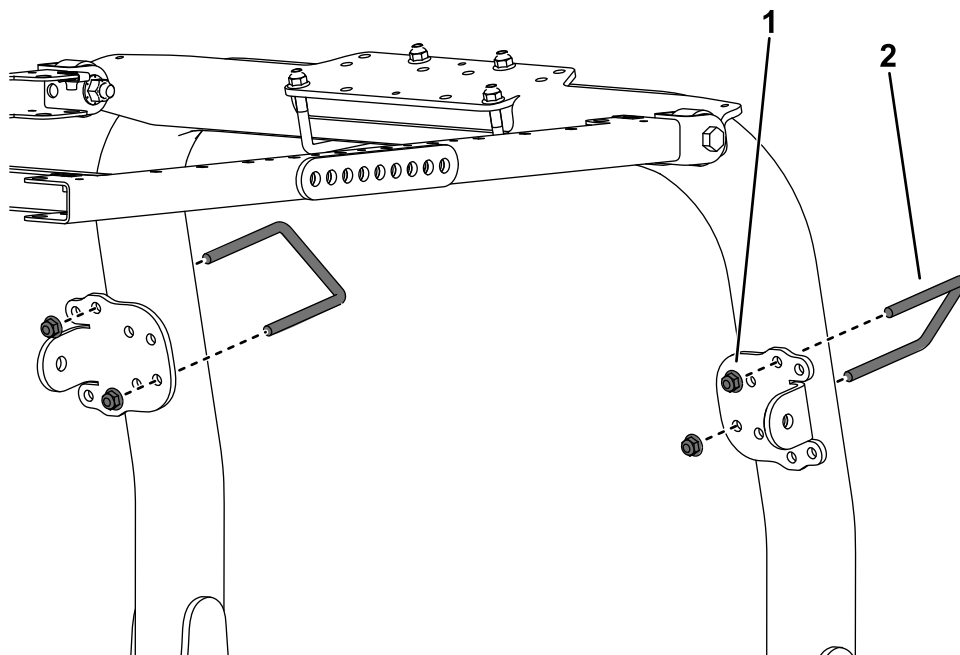

Figura 32
9. Usando los taladros de montaje indicados en la Figura 32, sujete provisionalmente cada uno de los soportes de los tirantes a los postes de la barra antivuelco con un perno en U ($3\frac{1}{8}$ " x 5") y 2 tuercas con arandela prensada.